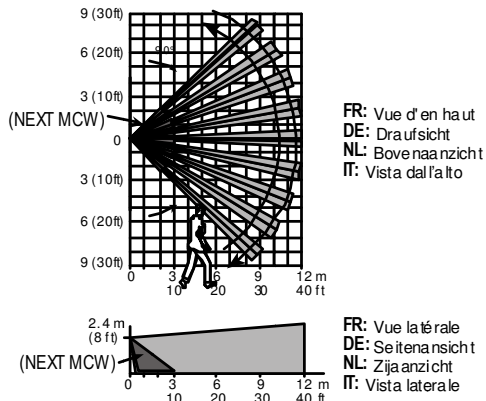

Fig. 2 – Erfassungsbereich und Gehtest / Het detectiegebied testen / Test de passage suivant schéma de couverture / Test di rilevamento dell'area di copertura
6. Test di prova nell'area di copertura - vedere fig. 2. Spostarsi per tutta l'area di copertura in entrambe le direzioni. Il LED dovrebbe accendersi per circa 2-3 secondi ogni volta che viene rilevato un movimento.